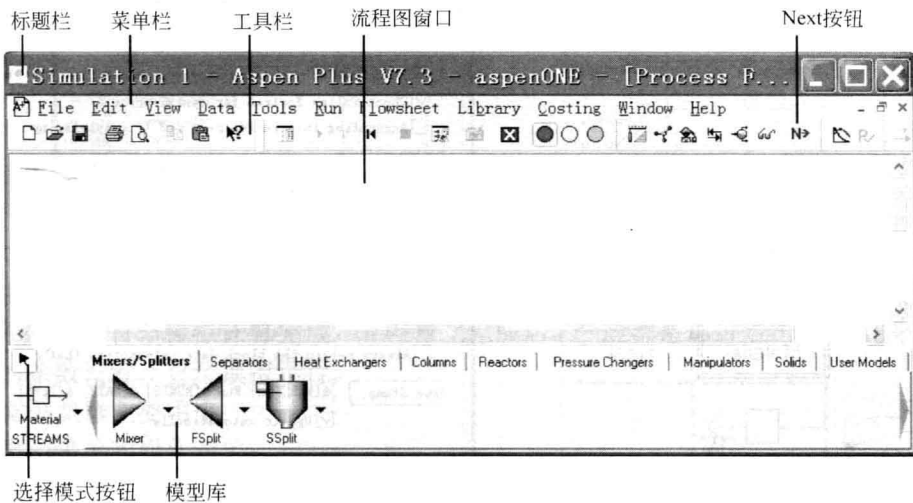

图 1-10 Aspen Plus 主窗口
打开主程序后, 便进入 Aspen Plus 主窗口, 图 1-10 所示。
要进行过程模拟，首先要建立工艺流程，即从图 1-10 底部为模型库窗口选择所用到的单元模型（图标），放置在流程中，然后再建立它们之间的物流、热流或能量流的连接。
(1) 选择单元操作模型 从图 1-10 底部可以看到，Aspen Plus 提供了 8 类单元操作模型和 1 个用户自定义模型供用户选择使用，各类单元操作模型所包含的模块见表 1-2 所示。